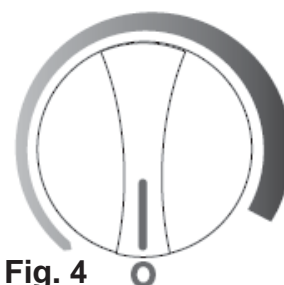

Fig. 4
- Pour arrêter le congélateur (discontinuer le refroidissement), tournez la commande du thermostat à la position « 0 ». Voir la Fig. 4